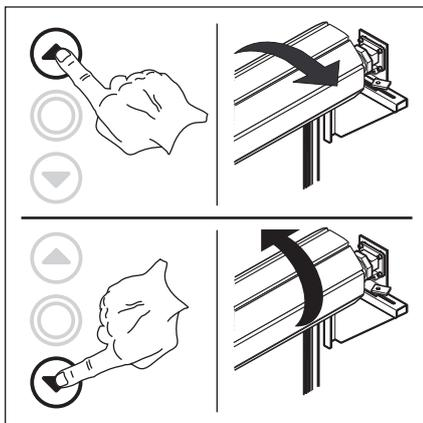

Abb. 6-2: Korrekte Bewegungsrichtung des Tores bei Montageart Rechts (R)
- ▶ Für die Montageart Rechts (siehe Abb. 6-2):